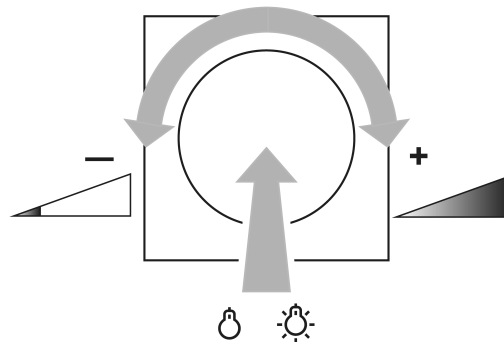

Figure 1: Commutation de la lumière ou réglage de la luminosité
- Appuyer brièvement sur le bouton de réglage : la lumière s'allume ou s'éteint (Figure 1).
- Tourner le bouton de réglage rapidement : la luminosité est modifiée rapidement (Figure 1).
- Tourner le bouton de réglage lentement : la luminosité est modifiée lentement (Figure 1).